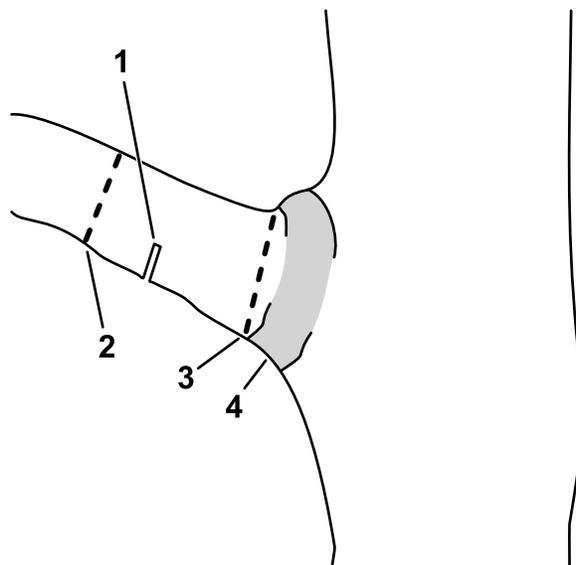

図 13
- C. 枝の付け根の部分で枝の切り口を切断します 図 13。